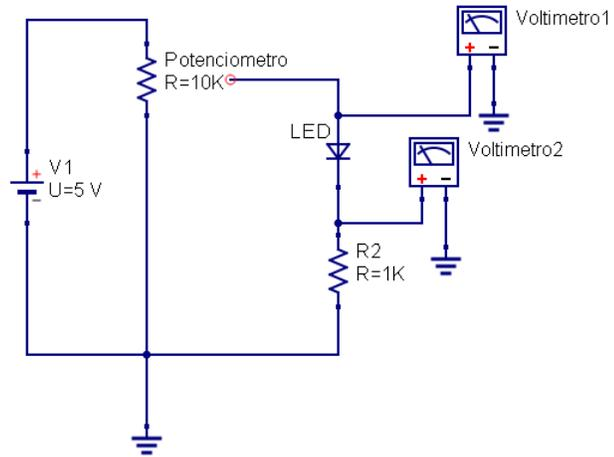

Figura 3.2: Esquema del sistema
2. Armar el Circuito como se muestra en la figura 3.2.